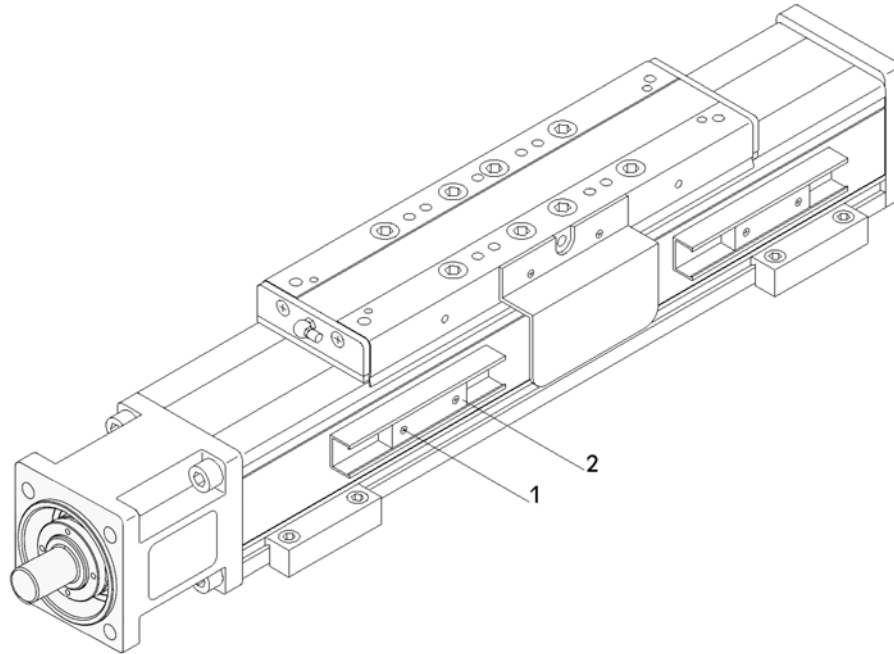

Bild 6: Induktive Näherungsschalter
1. **Bild 6:** Lösen des entsprechenden Näherungsschalters durch Lockern der Befestigungsschraube (1).
2. Verschieben des Näherungsschalters (2).